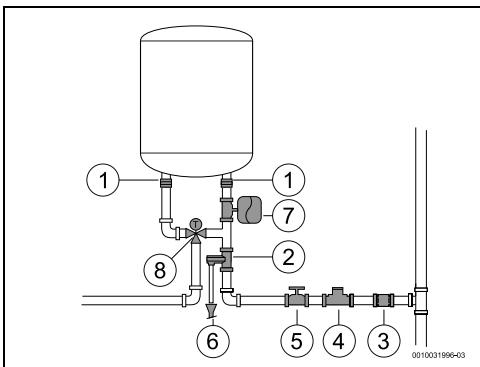

Fig. 11
- Închideți armătura de închidere a apei (→ Fig. 11, [5]).
- ▶ instalarea unei supape reducer de presiune (Fig. 11, [4]). Supapa de preaplin se va activa atunci când presiunea apei din aparat depășește 8 bari (± 1 bar), motiv pentru care este necesară planificarea unui mod de scurgere a acestei ape.
- ▶ Instalați un vas de expansiune (Fig. 11, [7]) pentru a opri deschiderea supapei de preaplin în mod frecvent. Volumul vasului de expansiune trebuie să fie echivalent cu 5% din volumul aparatului.